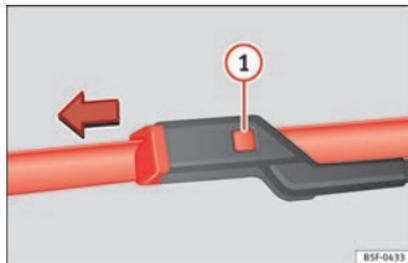

Abb. 80 Scheibenwischerblätter vorne austauschen.
- Die Entriegelungstaste »» **Abb. 80** **1** gedrückt halten und gleichzeitig das Scheibenwischerblatt vorsichtig in Pfeilrichtung abziehen.